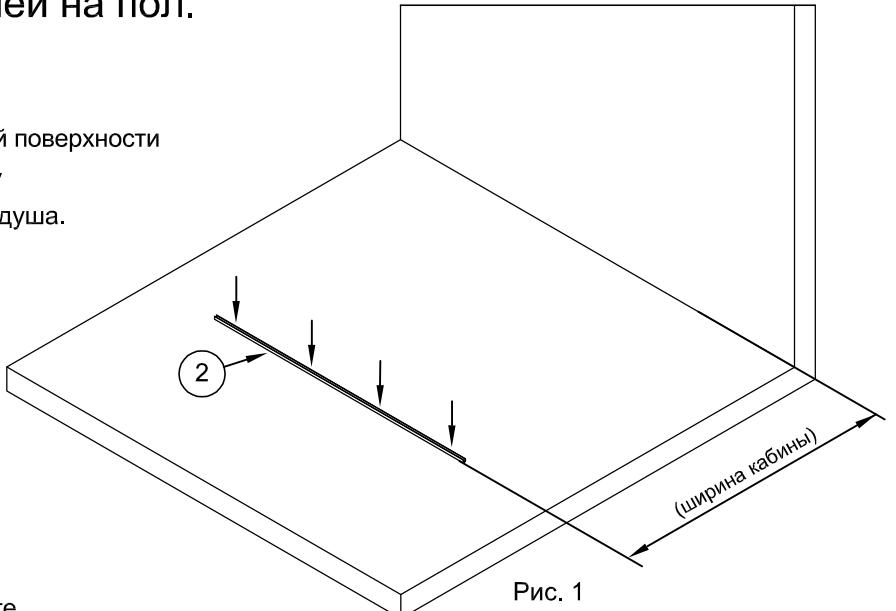

Рис. 1
1.2. Карандашом или фломастером проведите разметку мест сверления отверстий под дюбели, используя отверстия в профиле №2 для их крепления (рис. 1).